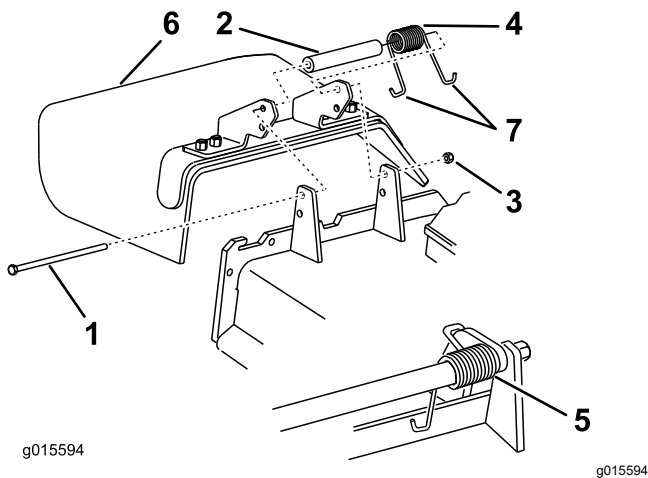

Figure 90
1. Retirez le contre-écrou, le boulon, le ressort et l'entretoise qui fixent le déflecteur aux supports de pivot (Figure 90).
2. Déposez le déflecteur d'herbe s'il est endommagé ou usé (Figure 90).
Remarque: Prenez soin de placer une extrémité en J du ressort derrière le bord du plateau avant de mettre le boulon en place, comme montré à la Figure 90.
6. Accrochez 1 extrémité en J du ressort au déflecteur d'herbe (Figure 90).